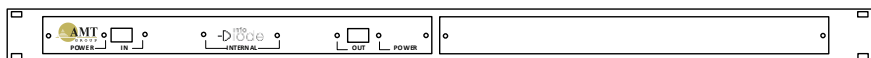

Рис. 2. Передняя панель AMTID-HW-BK, AMTID-HW-BKT, AMTID-HW-LX-LX, AMTID-HW-LX-T, AMTID-HW-T-SX, AMTID-HW-SX-T, AMTID-HW-LX-SX, AMTID-HW-T-LX, AMTID-HW-SX-LX
На передней панели (Рис. 2) размещены два внешних интерфейса в соответствии с Таблица 1 на входе (IN) и на выходе (OUT).